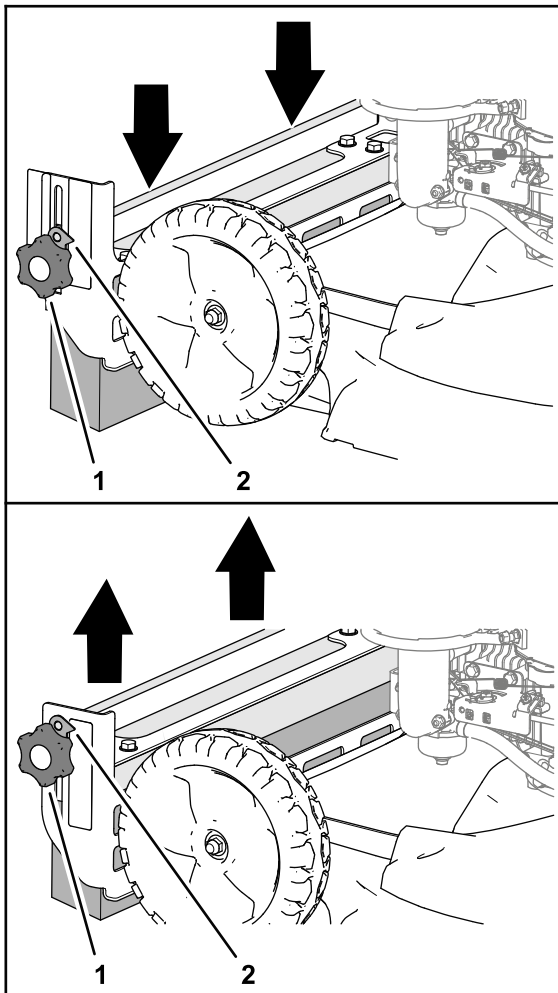

Figura 19
1. Desaperte os manípulos nas laterais da montagem da escova (Figura 19).
2. Utilize o manípulo do suporte de ajuste da escova para subir ou descer a escova do rastelo (Figura 19).
3. Aperte os manípulos (Figura 19).